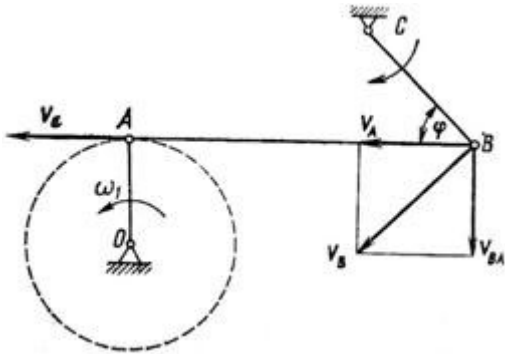

Рисунок 2
2. В четырехзвенном механизме (рис. 2) кривошип  $OA$  вращается равномерно с частотой  $n = 300$  об/мин. Для заданного положения механизма, при котором кривошип  $OA$  перпендикулярен шатуну  $AB$  и  $\angle ABC = 45^\circ$ , определить угловую скорость звена (коромысла)  $BC$ , если  $OA = 0,12$  м,  $AB = 0,3$  м и  $BC = 0,14$  м.